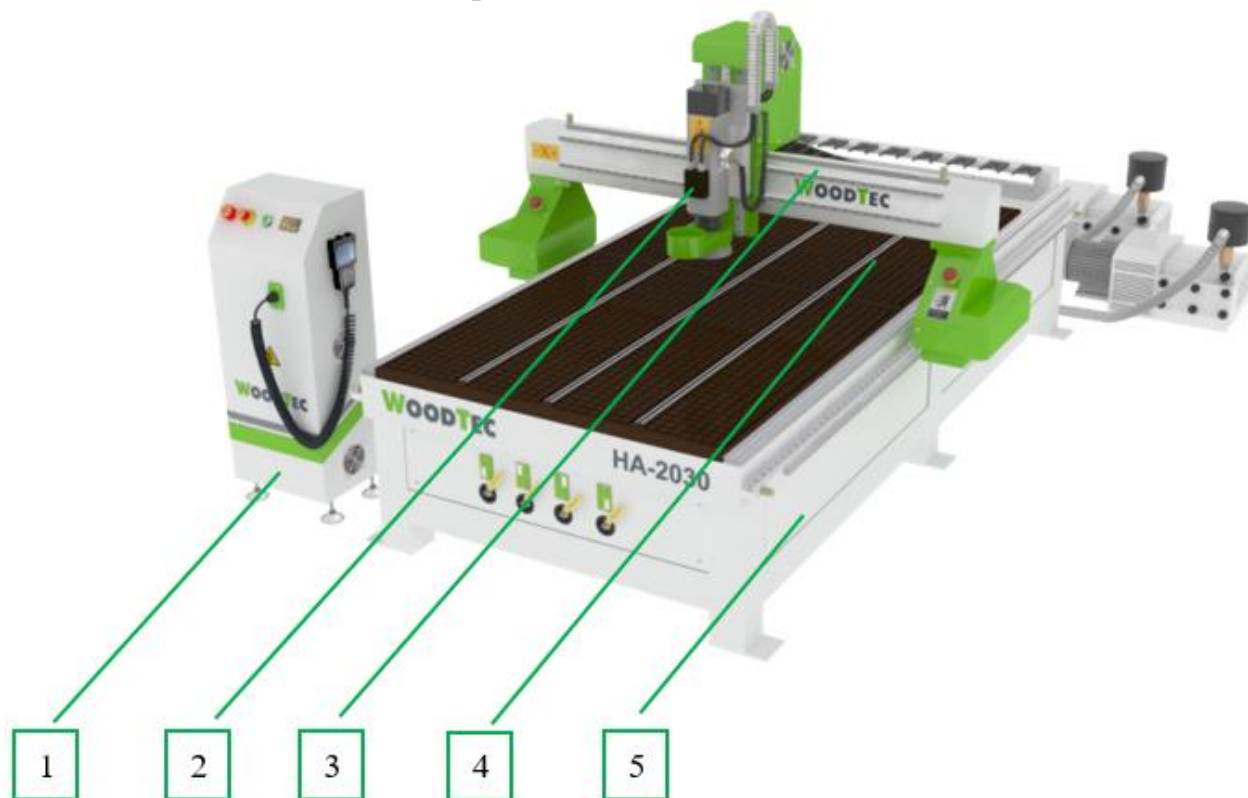

Рис. 1
4.1.1 Общий вид станка представлен на Рис. 1.
Примечание: внешний вид станка может отличаться от представленных на Рис. 1, на заводе-изготовителе постоянно ведутся работы по улучшению качества, снижению трудоемкости и повышению эффективности выпускаемой продукции, поэтому в данном руководстве возможны некоторые несоответствия технического описания с конкретным изделием, не влияющие на эксплуатационные характеристики изделия.